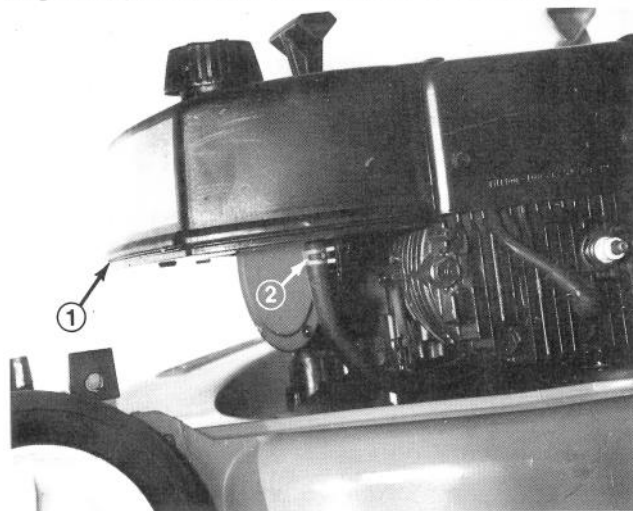

Figure 33
2. Placez un bac à vidange peu profond, propre, sous le réservoir à essence (Fig. 33).
3. Comprimez les bouts du collier qui serre la conduite d'essence sur le raccord du réservoir (Fig. 33), puis glissez-le le long de la conduite.